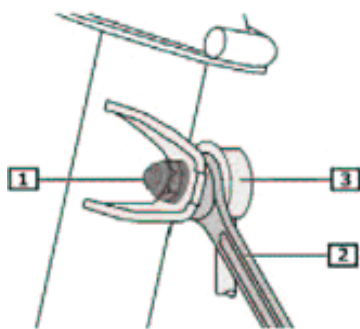
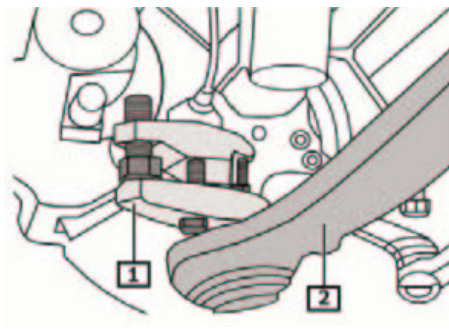

Fig. 1:
Fig. 2:
- **Fig. 1** Mutter(n) – Pendelstütze abschrauben. (1)
- Pendelstütze(n) vom Federbein lösen (3).
- **Fig. 2** Mit Abzieher den Querlenker vom Achsschenkel abdrücken.
- **Fig. 1** Unscrew the stabilizer link nut(s). (1)
- Disconnect stabilizer link(s) from suspension strut. (3)
- **Fig. 2** Push track control arm away from steering knuckle using the puller.
- **Fig. 1** Tournier l'écrou(s) de la console oscillatoire. (1)
- Desserrer le(s) support(s) pendulaire(s) de la jambe de force (3).
- **Fig. 2** Presser le bras transversal de la fusée d'essieu à l'aide de l'arrache pignon.
- **Fig. 1** Destornillar la tuerca del soporte pendular. (1)
- Soltar soporte(s) oscilante(s) de la pata telescópica. (3)
- **Fig. 2** Retirar brazo transversal de la mangueta presionando con extractor.